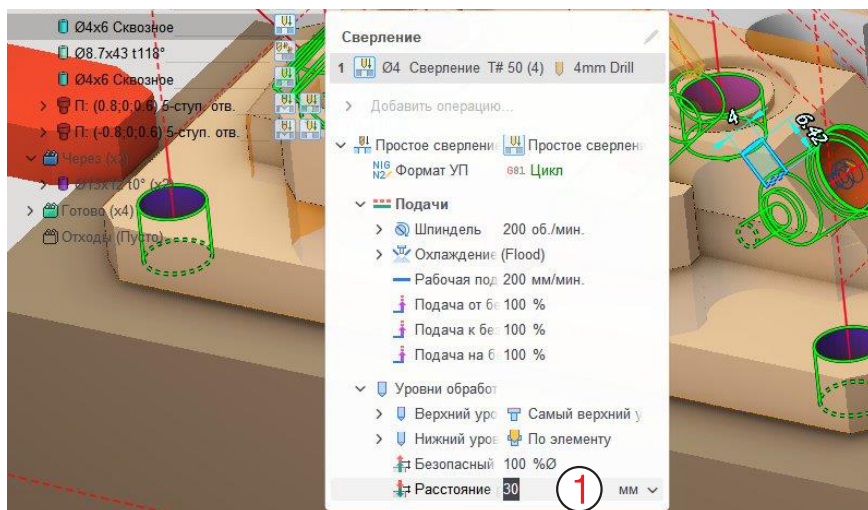

Рис. 8-24. Редактирование параметров подопераций.
Поэтому в проблемных подоперациях надо изменить высоту безопасности, расстояние подвода. Эти параметры редактируются из меню элементов при нажатии на иконку нужной операции. Для примера, на рис. 8-24 показано, как изменить расстояние подвода (1) в подоперации сверления отверстий диаметром 4 мм.